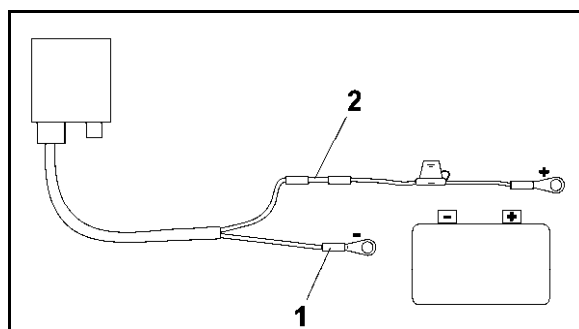

Fig. 4
4. Introduceți firul albastru al cablului (masa) în veriga inelară liberă (Fig. 4/1).
6. Introduceți firul maro al cablului (+ 12 volți) în capătul liber al conectorului de îmbinare cap la cap (Fig. 4/2)
8. Presați conectorul de îmbinare cap la cap (Fig. 4/2) cu sursa de căldură (brichetă sau suflanta de aer fierbinte) până când iese substanța de lipire